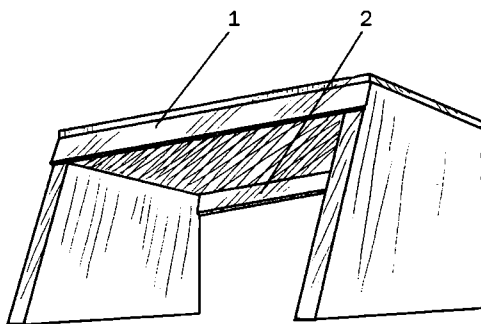

Рис. 131. Схема, дополненная ребрами жесткости: 1 — лицевая панель; 2 — задняя панель
3. В ходе дальнейшей работы над проектом для придания конструкции определенной устойчивости усильте ее ребрами жесткости в виде двух горизонтальных панелей. Причем лицевая должна будет маскировать трек (рис. 131).